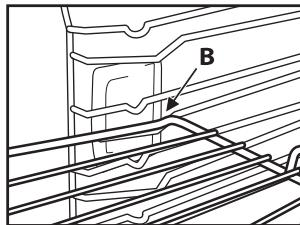

Fig. 2
2. Skråstil risten ved blokkingsstillingen "B" (Fig. 2).